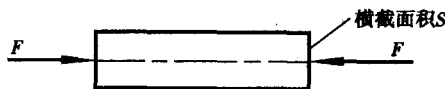

图 1.1.1 物体受力图
应力是指单位横截面积 (mm^2) 上所受的外力 (N), 故应力的单位为 MPa ($1 \text{ MPa} = 1 \text{ N/mm}^2$), 用 σ 表示, 如图 1.1.1 所示。